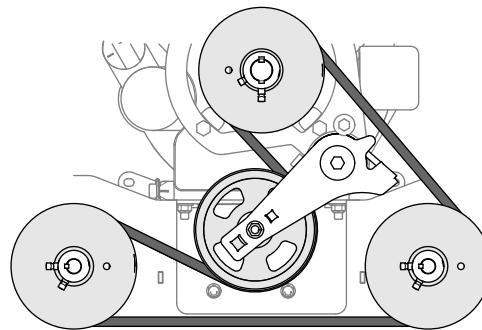

Figure 92
4. Acheminez la courroie neuve autour des poulies, comme montré à la Figure 92.